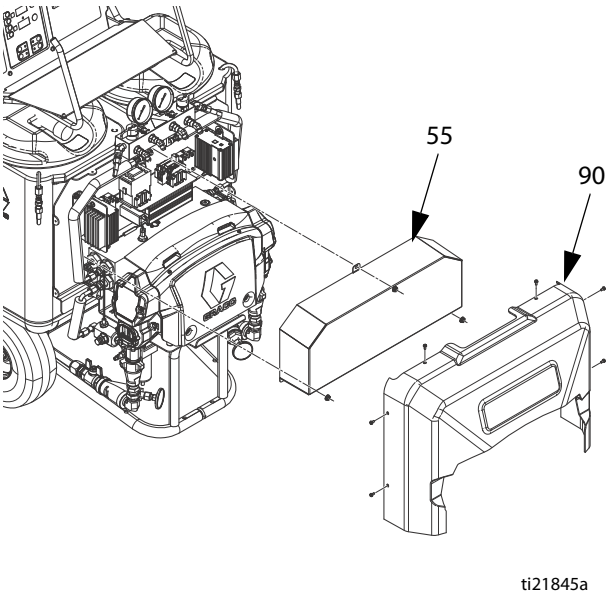

Рис. 15
3. Снимите кожух нагревателя (90) и крышку электронных устройств (55). См. Рис. 15, стр. 49.
4. Ослабьте и удалите монтажные крепления кронштейна для модуля контроля температуры (56). Переместите контрольный модуль вверх и в сторону, чтобы обеспечить доступ к термопаре.
- b. Оберните внешнюю резьбу лентой из ПТФЭ и нанесите на нее герметик, привинтите корпус термопары (Н) к переходнику (305).
- c. Протолкните термопару (310) внутрь таким образом, чтобы наконечник (Т) касался нагревательного элемента (307).
- d. Удерживая термопару (Т) напротив нагревательного элемента, затяните зажимную гайку (N) на 1/4 оборота после натяжки.
9. Проложите провода (S) в тележку и соедините их с пучком, как и до этого. Подключите провода к плате.
10. Установите на место кожух нагревателя (90) и крышку электронных устройств (55). См. Рис. 15, стр. 49.
11. Одновременно включите нагреватели изоцианатов и смол для проверки. Их температура должна повышаться с одинаковой скоростью. Если температура одного из нагревателей ниже, ослабьте зажимную гайку (N) и затяните корпус термопары (H) таким образом, чтобы наконечник термопары (Т) касался элемента (307).